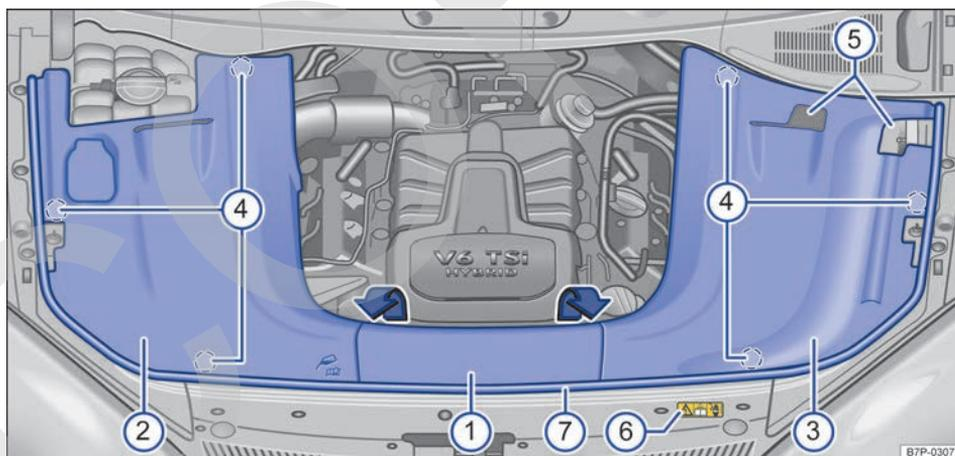

Fig. 244 Con el capó del motor abierto: cubierta del vano motor.
Leyenda de la **fig. 244**:
- ① Cubierta central
- ② Cubierta derecha
- ③ Cubierta izquierda
- ④ Alojamientos
- ⑤ Orificios para las tomas para la ayuda de arranque
- ⑥ Letrero de advertencia general de alto voltaje.
- ⑦ Junta del vano motor
Las cubiertas del vano motor → **fig. 244** ① y ③ se tienen que desmontar en los siguientes casos:
Las cubiertas del vano motor → **fig. 244** ① y ② se tienen que desmontar en los siguientes casos:
- Tire de la cubierta → **fig. 244** ① en el sentido de la flecha presionando la junta del vano motor ⑦ ligeramente hacia un lado.
- Tire de la cubierta ② hacia arriba presionando la junta del vano motor ⑦ ligeramente hacia un lado.
- Tire de la cubierta izquierda ③ hacia arriba presionando la junta del vano motor ⑦ ligeramente hacia un lado.
Presione hacia abajo con cuidado todos los componentes de la cubierta del vano motor por la zona de los puntos de fijación correspondientes → ①. Antes del montaje, asegúrese de que los topes de goma estén colocados correctamente en los alojamientos → **fig. 244** ④.
- Introduzca la cubierta izquierda → **fig. 244** ③ debajo de la junta del vano motor → **fig. 244** ⑦ y presiónela en los alojamientos → **fig. 244** ④ hasta que encastre.
- Introduzca la cubierta derecha → **fig. 244** ② debajo de la junta del vano motor → **fig. 244** ⑦ y presiónela en los alojamientos → **fig. 244** ④ hasta que encastre.
- Monte la cubierta central → **fig. 244** ① en los orificios en el sentido contrario al de la flecha, introdúzcala debajo de la junta del vano motor → **fig. 244** ⑦ y presiónela hacia abajo hasta que encastre.